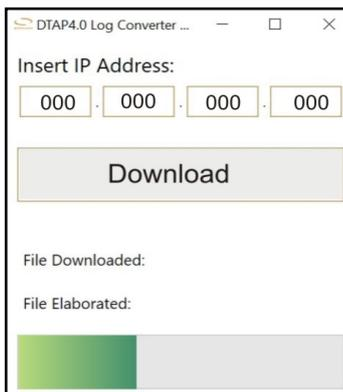

FIG. 10
Il programma si presenta con una semplice interfaccia grafica (fig. 10) sulla quale inserire l'indirizzo IP del pannello della maschiatrice.
- inserire l'indirizzo IP del pannello e successivamente premere Download (Fig. 10)
Il programma farà una copia speculare della SD presente nel pannello e procederà all'elaborazione dei file. I progressi si possono vedere sulla barra di avanzamento e sulle relative etichette "File Downloaded" e "File Elaborated" (Fig. 10).